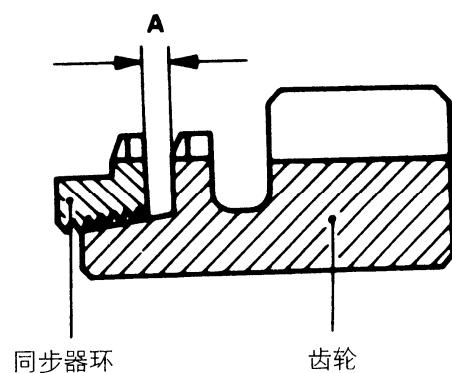

图 3-67 将同步器环啮入超速档齿轮
(14) 安装超速/倒档同步器环时, 如图 3-67 所示, 在安装超速档齿轮前, 将同步器环啮入超速档齿轮。啮入时应保证间隙 “A”。如果间隙 “A” 超出极限值, 则应更换同步器环或齿轮, 其极限值应为 0.5mm。
(2) 检查同步器环是否磨损, 内螺纹有无损伤。将同步器环装到各个齿轮的锥部, 检查同步器环端面与啮合齿之间的间隙 (见图 3-67)。如果间隙超过极限值 0.5mm, 则应更换同步器环和 (或) 齿轮。